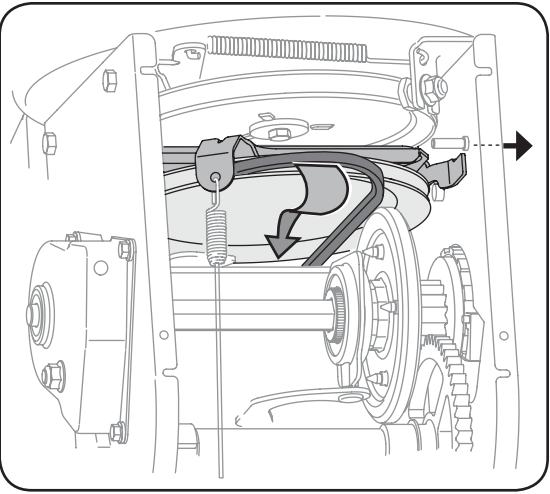

Figure 6-10
5. Dégagez la courroie de transmission de la poulie et de l'espace entre la roue de frottement et le disque de la roue de frottement. Voir la Figure 6-10.
6. Dégagez la courroie de transmission de la poulie et de l'espace entre la roue de frottement et le disque de frottement. Voir la Figure 6-10.